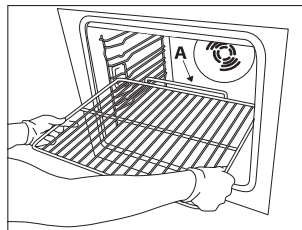

Fig. 1
1. Insérez la grille horizontalement avec la barre "A" orientée vers le haut (Fig. 1).